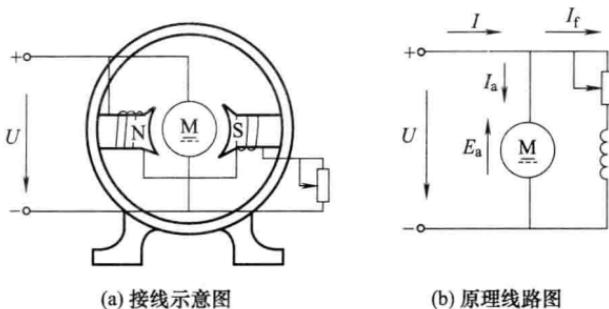

图 1-5 并励直流电动机
② 自励直流电动机 自励直流电动机是指主磁极励磁绕组的励磁电流与电枢电流由同一直流电源供给。自励电动机按励磁绕组与电枢连接方式的不同又分为并励、串励和复励三种。
a. 并励直流电动机 并励直流电动机的电枢绕组和励磁绕组并联，调节可调电阻的大小可调节励磁电流，如图 1-5 所示。它的特点是励磁绕组匝数较多、导线截面较小、电阻较大、励磁电流只有电枢电流的百分之几。